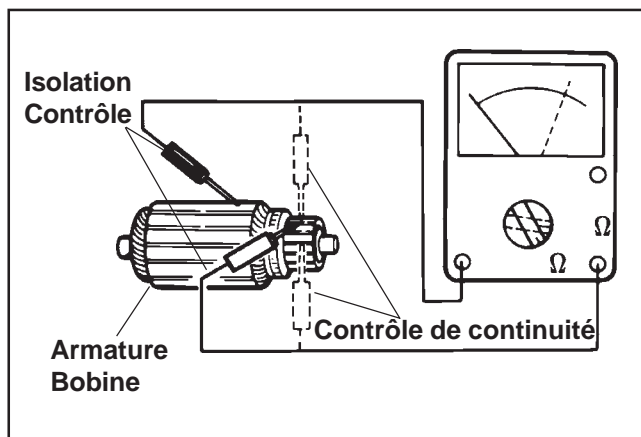

Figure 8-54. Contrôle de l'armature.
- Utiliser un ohmmètre réglé sur l'échelle Rx1. Placer les sondes entre deux différents segments du commutateur et vérifier la continuité. Voir la Figure 8-54. Test de tous les segments. La continuité doit être relevée entre tous les segments ; sinon, l'armature est défectueuse.
- Contrôler la continuité entre les segments de la bobine de l'armature et les segments du commutateur. Voir la Figure 8-54. Aucune continuité ne doit être relevée. Si une continuité est relevée entre les deux, l'armature est défectueuse.